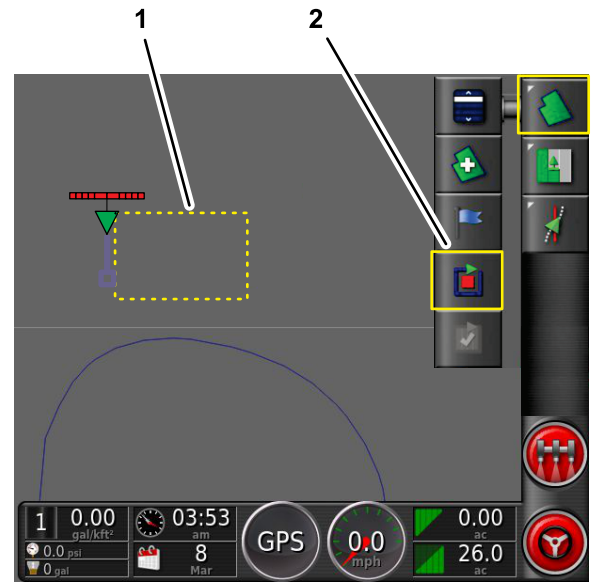

图 46
1. 在直边场地边界的第一点处对齐左前轮胎的外侧中心部分并停止机器图 46。